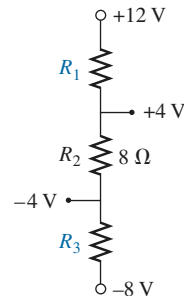

FIG. A4.121
*38. Dada la información que aparece en la figura A4.121, determine el nivel de resistencia de R_1 y R_3 .